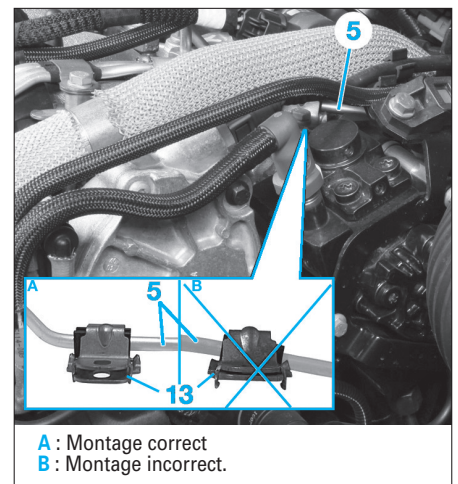

Fig. 39
- La patte de maintien (13) de la conduite haute pression (5) doit être libre en rotation sur la conduite haute pression ; la patte de maintien (13) ne doit pas être fermée (Fig.39).